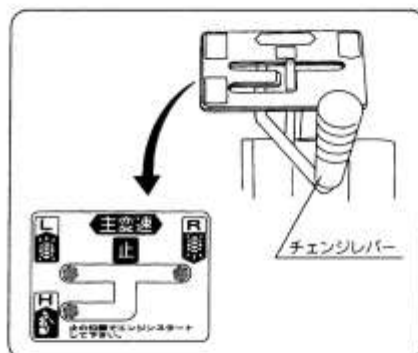

図19
- 低速の「前進後進」（低速）のチェンジの切換は主クラッチを切らなくても切換操作ができます。（図19）